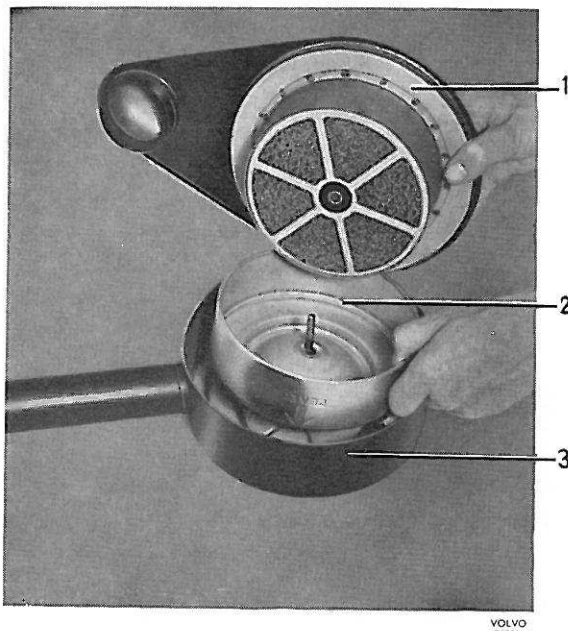

Figure 95. Filtre à air à bain d'huile, typ II, nettoyage
1. Desserrer le collier de serrage supérieur du tuyau et dévisser l'écrou à oreilles. Déposer la partie supérieure du filtre (1, figure 95).
2. Sortir la cuve (2) et vider l'huile ancienne. Laver la cuve avec du white spirit. Nettoyer également la cartouche et les autres pièces.